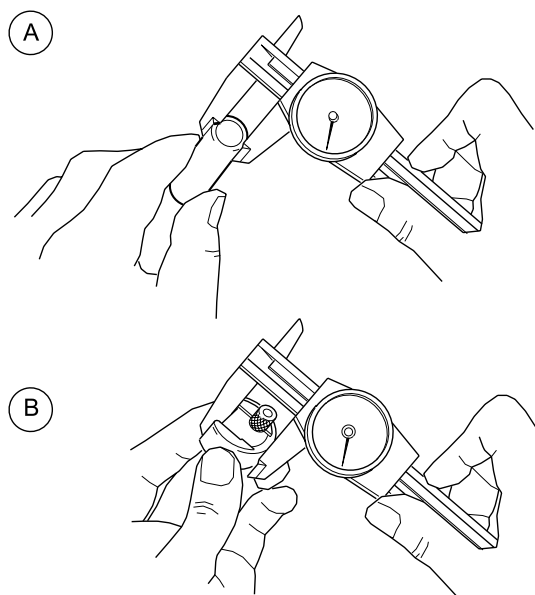

Рисунок 8. Настройка щупа дугового зазора
1. Измерьте наружные диаметры свариваемых изделий с помощью штангенциркуля или микрометра. См. рисунок 8(A). Источник питания M200 рассчитает настройки щупа дугового зазора с помощью функции Auto Create (Автонастройка).
3. Настройте щуп дугового зазора в соответствии со значением из таблиц на стр. 8. См. рисунок 8(B).